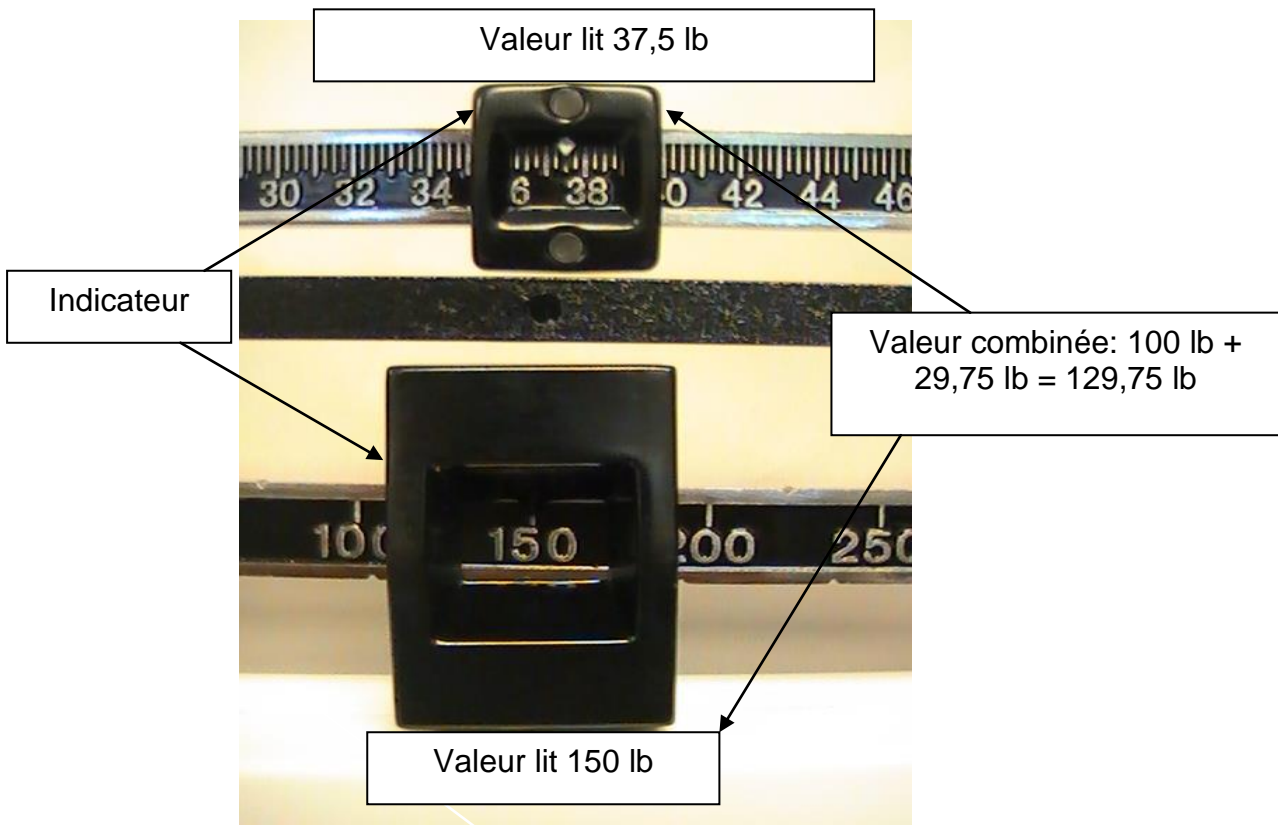

Figure 13
7. Ajouter la lecture de la valeur de l'équilibre petite indiqué à la lecture indiquée de la grande valeur de l'équilibre. Le total est le poids du patient. (voir les figures 13 et 14 à la page 15)